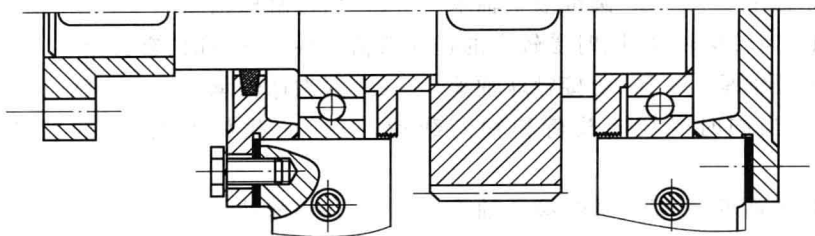

图 10.8
① 与轴承盖结合处没将加工表面与非加工表面区分开。
② 少机座与机盖连接的螺栓。
2. 改正后轴系部件结构图如图 10.8 所示。